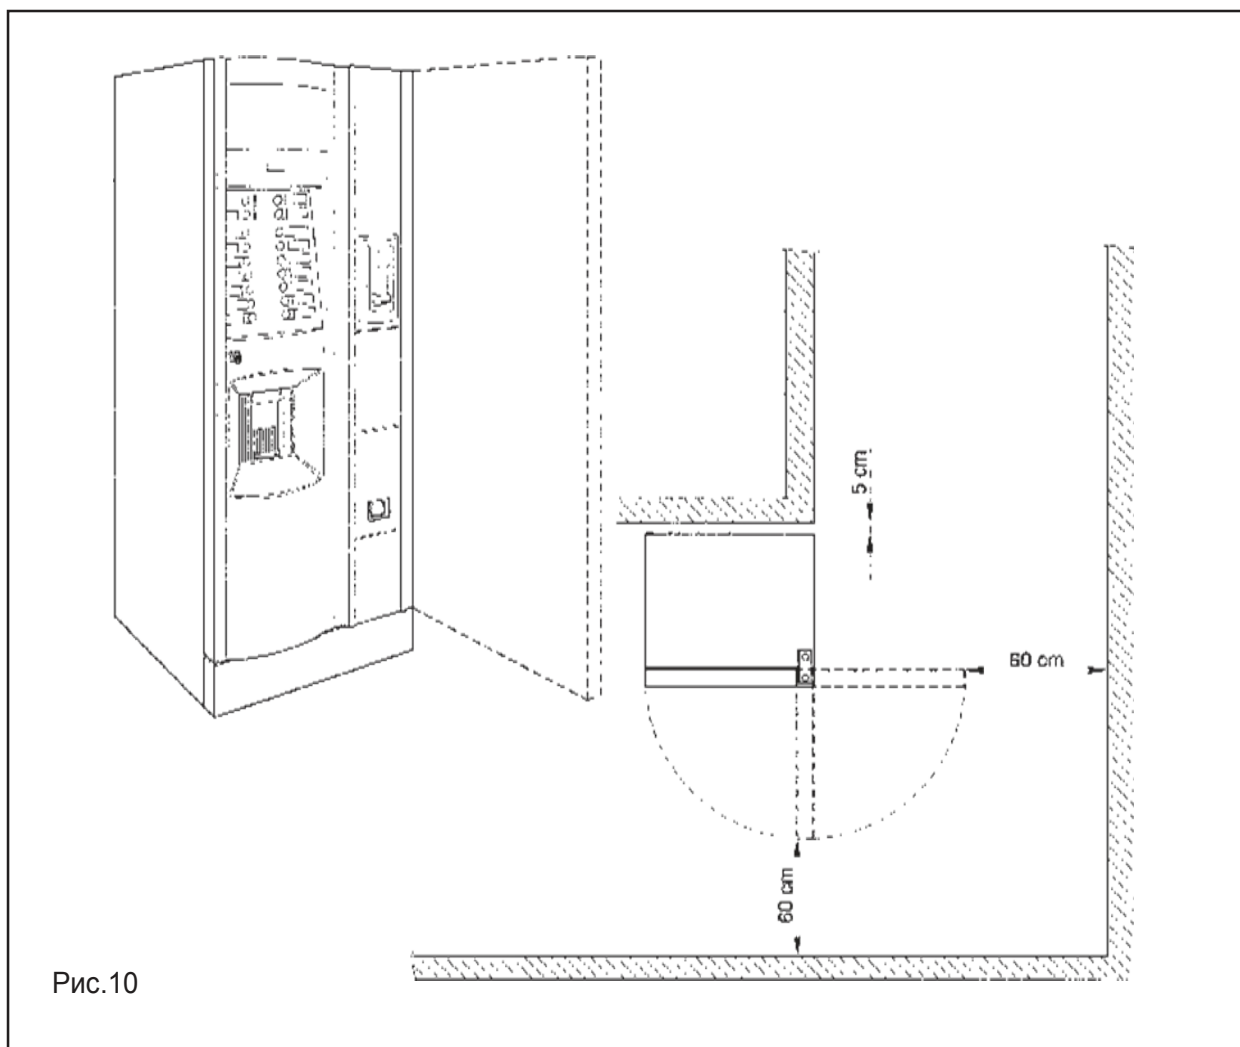

Рис.10
- при размещении близко к стене минимальное расстояние до нее должно быть 5 см (Рис. 10) для обеспечения вентиляции. Никогда не накрывайте ТА тканью или аналогичными материалами.
Компания SAECO International Group не несет никакой ответственности за неудобства в связи с несоблюдением правил установки. При установке в коридорах для эвакуации убедитесь, что автомат при открытой дверце оставляет достаточно места для прохода людей (Рис. 10).